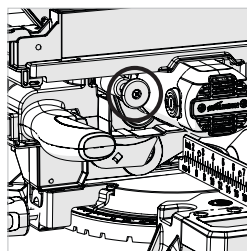

Fig. 18
- Ritirare il perno di blocco motore e ruotare quest'ultimo verso l'alto. **(Fig. 18)**